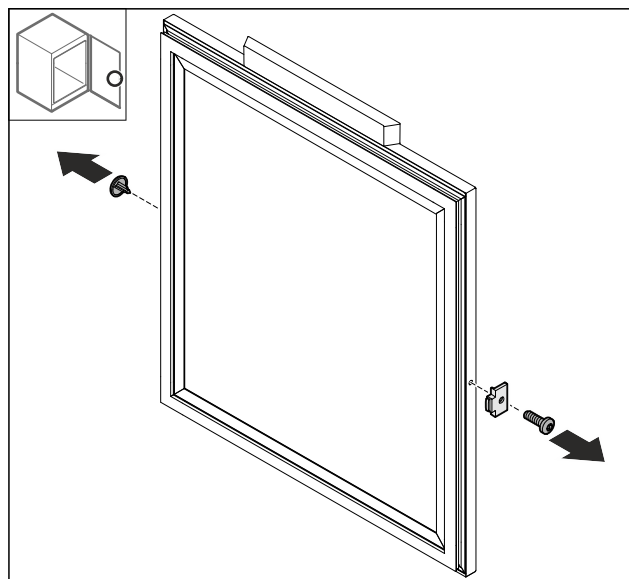

Fig. 69
- ▶ Снимите крышку Fig. 69 (1).
- ▶ Демонтируйте ограничитель хода двери Fig. 69 (2).